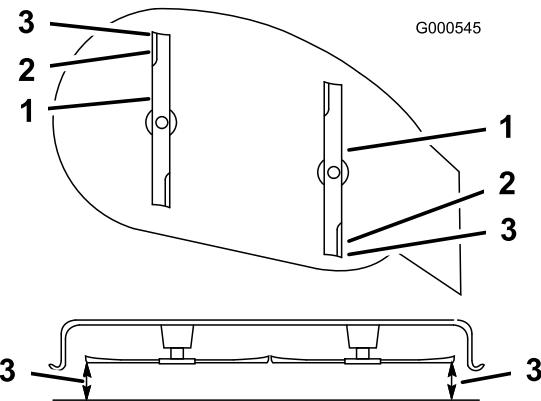

Bild 37
6. Messen Sie zwischen der Oberseite der Messerspitze vorne und hinten und der ebenen Fläche (Bild 37). Stellen Sie die vordere Sicherungsmutter ein, wenn die vordere Schnittmesserspitze nicht um 0 bis 6 mm tiefer als die hintere ist.
Hinweis: Stellen Sie die Mutter ein, bis die vordere Schnittmesserspitze um 0 bis 6 mm tiefer liegt als die hintere Messerspitze (Bild 37).